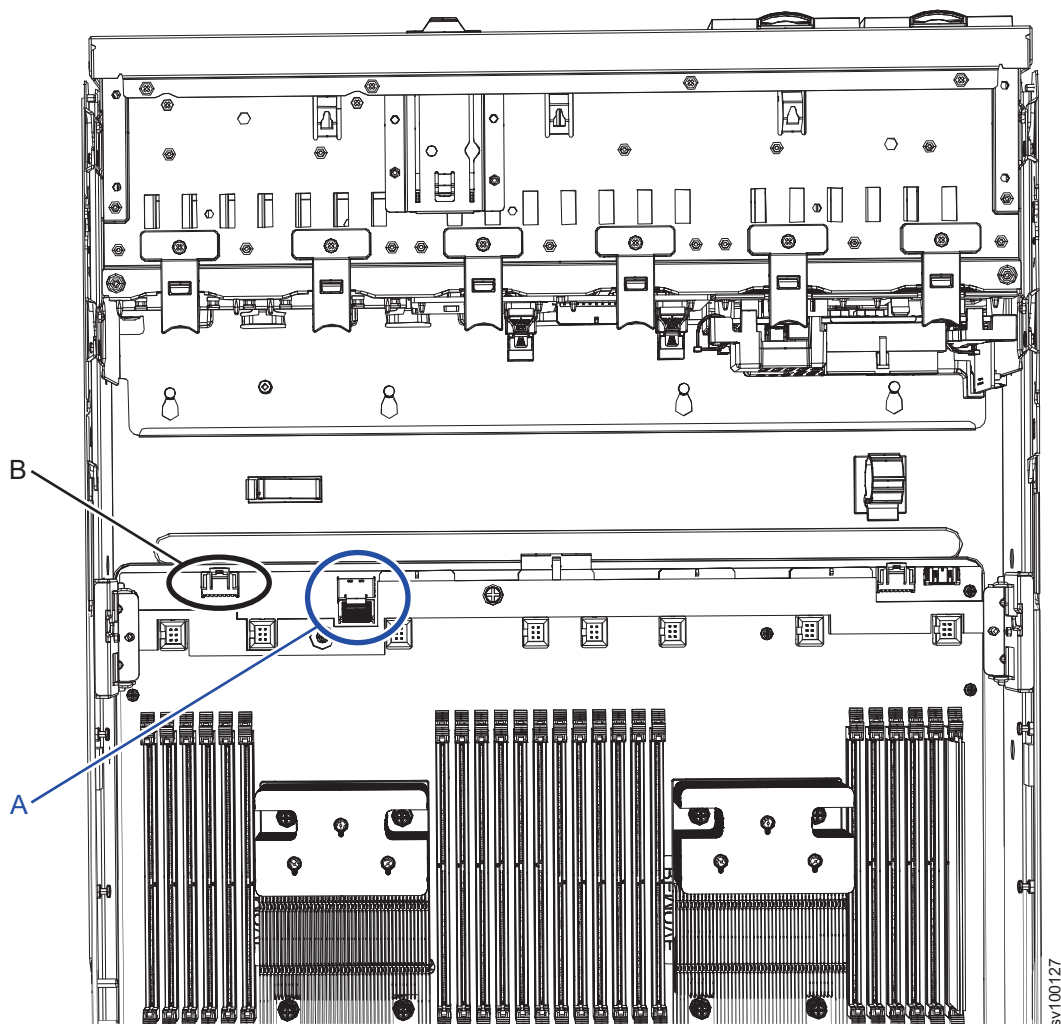

Figura 167. Conectores a cabo na placa-mãe para os cabos do painel de informações do operador
2. Remova os cabos azuis e pretos dos conectores (**A** e **B**) na placa-mãe, conforme mostrado em Figura 167 na página 203.